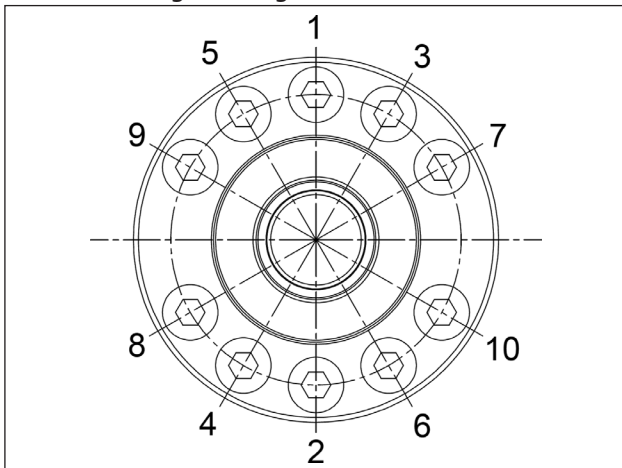

Abb. 130
** Die Befestigungsschrauben der Halter müssen in den Phasen und der Reihenfolge gemäß Schema in Abb. 130 festgezogen werden.